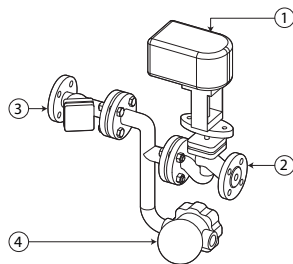

Fig. 4.h
- Im Falle von Regelventilen mit gewindegebohrten Anschlüssen SAKV****U* in Kombination mit einem optionalen Bausatz SAKR****U* sind die Adapter an das Ventil gemäß Fig. 4.a anzuschließen.
- Den Stellantrieb SAKA***** Ø an das Regelventil anschließen ②.